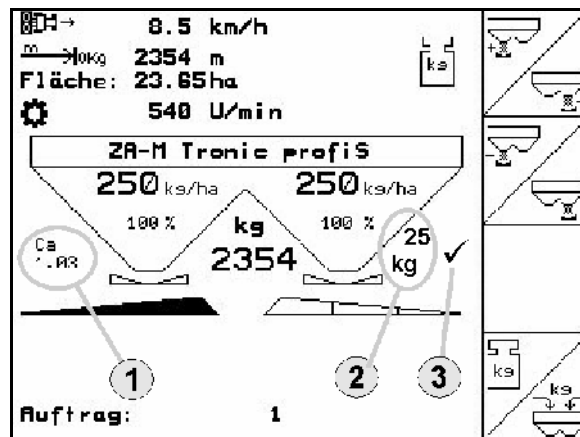

Fig. 26
- Anzeige (Fig. 26/1,2, 3) erlischt.
- Es wird mit dem angezeigten Kalibrierfaktor weitergestreut (Fig. 26/1).